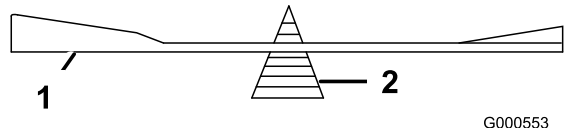

Figura 76
2. Verifique el equilibrio de la cuchilla colocándola sobre un equilibrador de cuchillas (Figura 76).
Nota: Si la cuchilla no está equilibrada, rebaje algo el metal en la parte de la vela solamente con una lima (Figura 76).